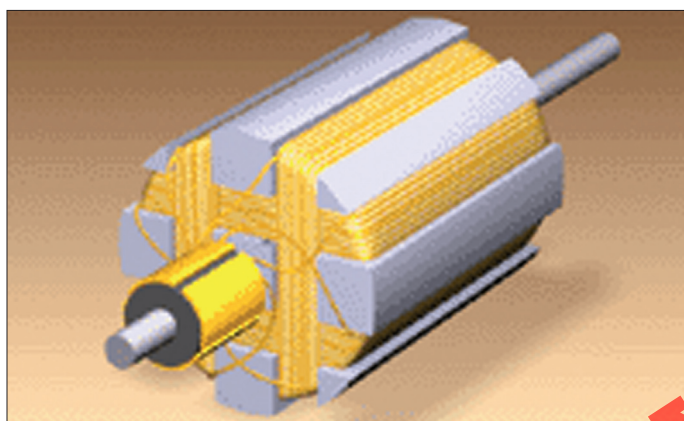

Рис. 5. Ротор
Неподвижная часть электродвигателя – статор. Он создает постоянное магнитное поле. Конструктивно статор может быть выполнен в виде постоянного магнита или электромагнита с обмоткой (3) и сердечником (5). Вращающаяся часть электродвигателя – ротор (рис. 5) – состоит из якоря (4) и коллектора (7). Якорь, в свою очередь, состоит из сердечника (5) и обмотки (6).